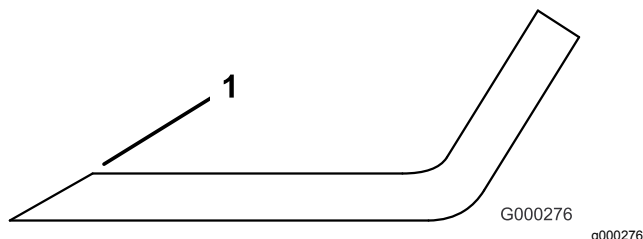

Figure 111
- Examinez les tranchants de toutes les lames et aiguisiez-les s'ils sont émoussés ou ébréchés (Figure 111).
Remarque: N'aiguissez que le haut du tranchant et conservez l'angle de coupe d'origine pour obtenir une coupe nette (Figure 111). Limez la même quantité de métal sur chacun des deux tranchants pour ne pas déséquilibrer la lame.